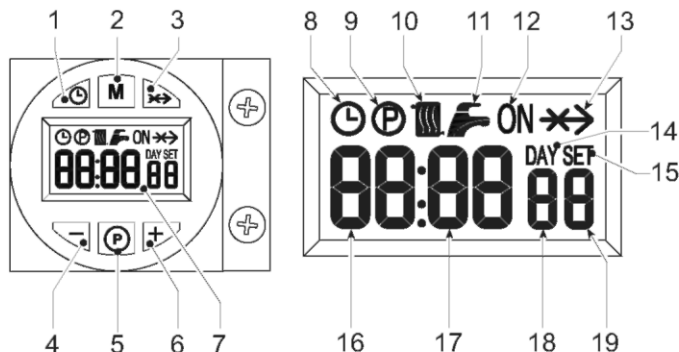

рис. 1 - Панель управления
Запрос на розжиг (вызываемый замыканием контакта на клеммах 7-8 (см. рис. 17), в условиях стандартных настроек) сопровождается загоранием символа радиаторной батареи (поз. 10 - рис. 1).
1. Нажмите на кнопку установки дня/времени (поз. 1 - рис. 1).
2. На дисплее (поз. 7 - рис. 1) мигают символы ЧАСОВ и ДНЯ: задайте день недели с помощью кнопок + и - (поз. 4 и 6 - рис. 1), принимая во внимание, что 1=понедельник, 7=воскресенье. Подтвердите введенный день нажатием кнопки для установки дня/времени (поз. 1 - рис. 1).
3. На дисплее (поз. 7 - рис. 1) мигают две цифры ТЕКУЩЕГО ВРЕМЕНИ (В ЧАСАХ) и символ ЧАСОВ: задайте точное время в часах с помощью кнопок + и - (поз. 4 и 6 - рис. 1), от 00 до 23. Подтвердите введенное время нажатием кнопки для установки дня/времени (поз. 1 - рис. 1).
4. На дисплее (поз. 7 - рис. 1) мигают две цифры ТЕКУЩЕГО ВРЕМЕНИ (В МИНУТАХ) и символ ЧАСОВ: задайте точное время в минутах с помощью кнопок + и - (поз. 4 и 6 - рис. 1), от 00 до 59. Подтвердите введенные минуты нажатием кнопки для установки дня/времени (поз. 1 - рис. 1). Работа системы отопления в Автоматическом режиме, Ручном режиме Оп, Ручном режиме Off
Нажатием на кнопку выбора рабочего режима (поз. 2 - рис. 1) можно задать:
1. автоматический режим работы, на дисплее (поз. 7 - рис. 1) появится символ ЧАСОВ. Запрос на активацию и деактивацию горелки зависит от заданной недельной программы. В заданный временной диапазон на дисплее (поз. 7 - рис. 1) отображается также символ ON. В ручном режиме Оп на дисплее (поз. 7 - рис. 1) отображается только символ ON. Горелка постоянно включена
3. В ручном режиме Off на дисплее (поз. 7 - рис. 1) не отображается ни символ ON, ни символ ЧАСОВ. Горелка выключена
Можно заранее задать недельную программу в 3 временных диапазонах включенного режима ON и 3 временных диапазонах выключенного режима OFF: они будут одинаковы для каждого дня недели. В запрашиваемом временном диапазоне (поз. 7 - рис. 1) отображается символ ON.
1. Нажмите на кнопку Программирование "P" (поз. 5 - рис. 1)
2. Выберите день для программирования с помощью кнопок + и - (поз. 4 и 6 - рис. 1):
3. Нажмите на кнопку программирования "P" (поз. 5 - рис. 1):
- С помощью кнопок + и - (поз. 4 и 6 - рис. 1) можно изменить начало 1-го временного диапазона режима ON; например, 06:00Нажмите на кнопку Программирования "P" (поз. 5 - рис. 1)
- С помощью кнопок + и - (поз. 4 и 6 - рис. 1) можно изменить начало 1-го временного диапазона режима OFF; например, 09:00Нажмите на кнопку Программирования "P" (поз. 5 - рис. 1)
- С помощью кнопок + и - (поз. 4 и 6 - рис. 1) можно изменить начало 2-го временного диапазона режима ON; например, 12:30Нажмите на кнопку Программирования "P" (поз. 5 - рис. 1)
- С помощью кнопок + и - (поз. 4 и 6 - рис. 1) можно изменить начало 2-го временного диапазона режима OFF; например, 14:00Нажмите на кнопку Программирования "P" (поз. 5 - рис. 1)
- С помощью кнопок + и - (поз. 4 и 6 - рис. 1) можно изменить начало 3-го временного диапазона режима ON; например, 16:00Нажмите на кнопку Программирования "P" (поз. 5 - рис. 1)
- С помощью кнопок + и - (поз. 4 и 6 - рис. 1) можно изменить начало 3-го временного диапазона режима OFF; например, 23:30Нажмите на кнопку Программирования "P" (поз. 5 - рис. 1)
11. Нажмите на кнопку программирования "P" (поз. 5 - рис. 1) на 3 секунды, чтобы выйти из режима программирования.
Доступ в меню параметров осуществляется нажатием кнопки программирования "M" (поз. 2 - рис. 1) в течение 5 секунд. На дисплее отображается параметр "u01": обозначенный SET 01. При нажатии на кнопку "P" (поз. 5 - рис. 1) можно просмотреть список параметров.
Для изменения значения параметров используются кнопки + и - (поз. 4 и 6 - рис. 1). сохранение изменения происходит автоматически После изменения параметра необходимо подождать 3 секунды: мигающее значение вносится в память.
Для выхода из меню нажмите кнопку выбора режима работы "M" (поз. 2 - рис. 1) в течение 5 секунд
Доступ в меню параметров осуществляется нажатием кнопки программирования "P" (поз. 5 - рис. 1) в течение 10 секунд. На дисплее отображается параметр "t01": обозначенный SET 01. Нажатием на кнопку "P" (поз. 5 - рис. 1) можно просмотреть список параметров.